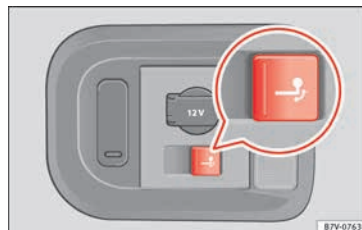

Fig. 230 Lado derecho del maletero: botón para bascular eléctricamente la rótula del enganche.
- Tire brevemente del botón » fig. 230. La rótula se desbloqueará eléctricamente y basculará por sí misma hacia afuera; el testigo de la tecla parpadeará.
- Tire brevemente del botón » fig. 230. La rótula se desbloqueará eléctricamente; el testigo de la tecla parpadeará.